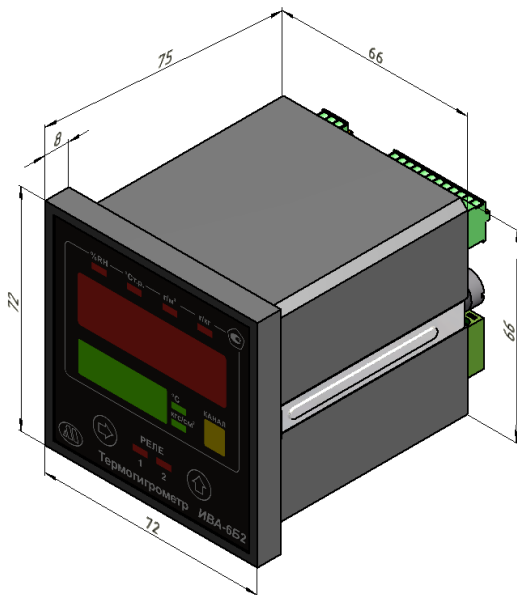

Рис.1. Внешний вид и установочные размеры блока индикации.
Термогигрометр состоит из блока индикации (рис.1), измерительных преобразователей влажности и температуры ДВ2ТСМ-5Т-5П-АК и измерительных преобразователей температуры ДВ2ТСМ-5Т-АК. Измерительные преобразователи подключаются к блоку индикации параллельно трехпроводным кабелем.
6.7. Блок индикации термогигрометра ИВА-6Б2-К рассчитан на утопленный монтаж на щите вдали от оборудования, создающего сильные электромагнитные и электрические поля. Установочные размеры блока индикации показаны на рис.1.